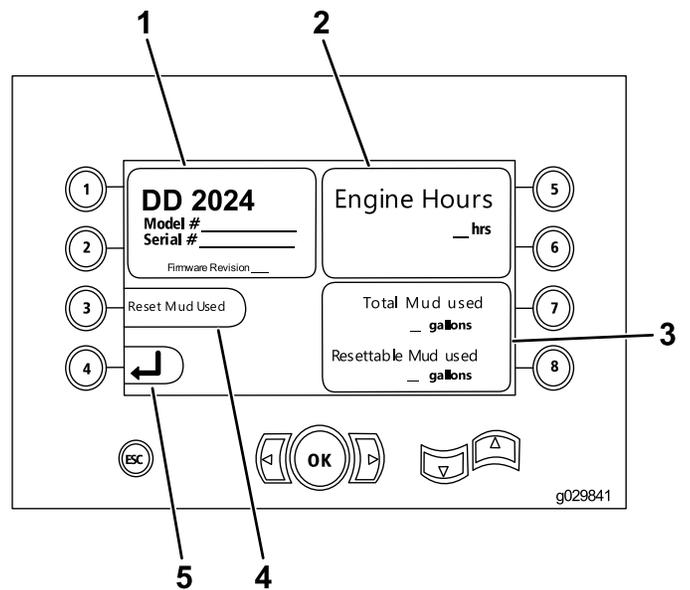

Bild 9
- Maschinenmodell und Seriennummer (Bild 9).
- Anzahl Betriebsstunden der Maschine (Bild 9).
- Menge der verwendeten Bohrfüssigkeit und zurückgesetzte Menge verwendeter Bohrfüssigkeit (Bild 9).
Hinweis: Drücken Sie Taste 3, um die Bohrfüssigkeitsmenge zurückzusetzen (Bild 9).